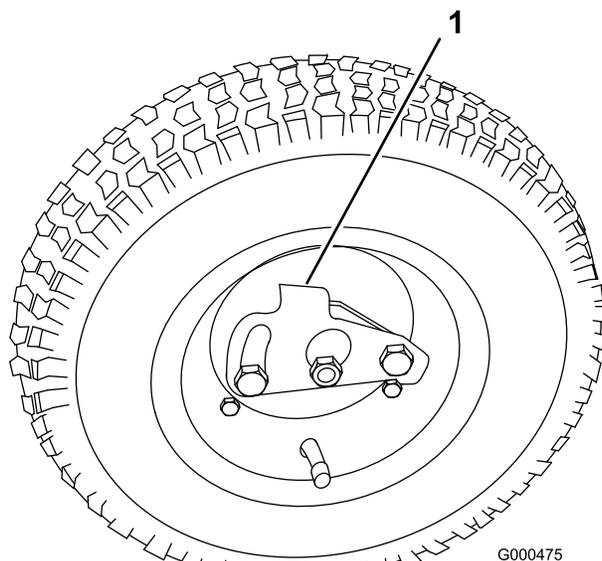

Рисунок 10
2. Отожмите стопор к центру колеса и наденьте колесо на шестигранный вал (**Рисунок 10**).